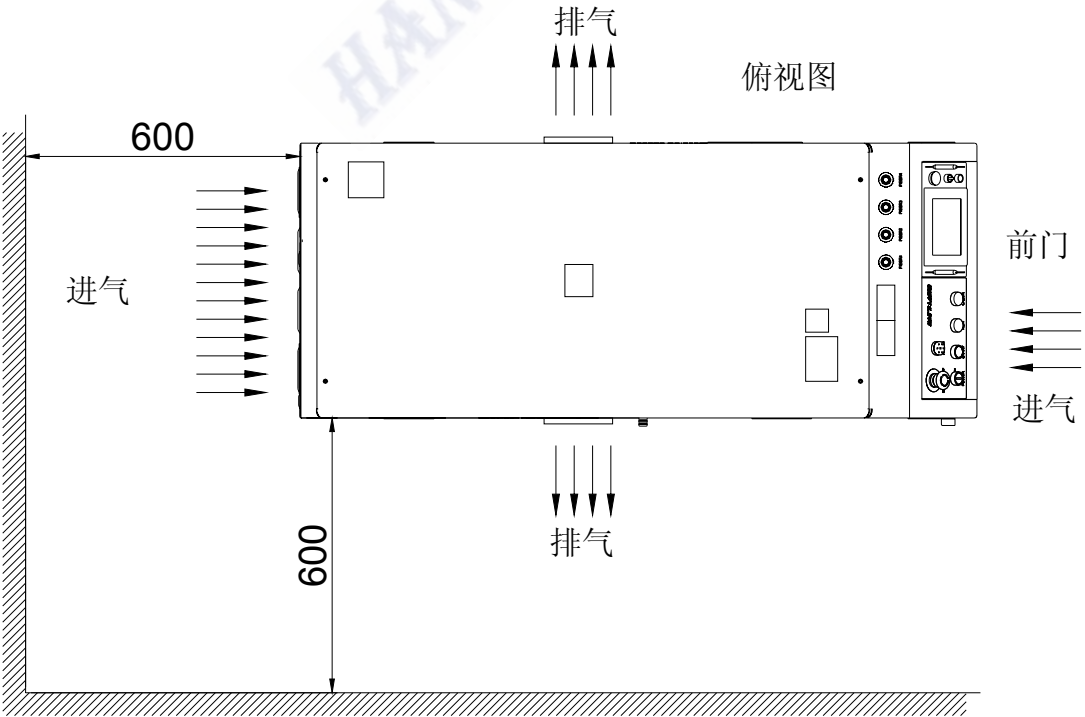

图 4-1 机器安装位置示意图
- 第二步：HAN'S PB300CE 激光焊接机的前、后、左、右侧均有通风口，在安装主机柜时，要保证主机柜距墙壁有一定的间距（间距大小约为 60cm），以免影响设备散热性能从而影响设备的性能（如图 4-1 所示）；